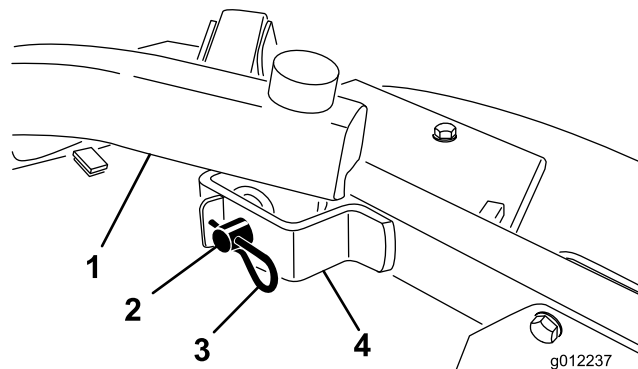

図 26
4. 昇降アームをキャスタ・アーム・ブラケットに固定しているヘアピン・コッターとクレビス・ピンを外す(図 26)。